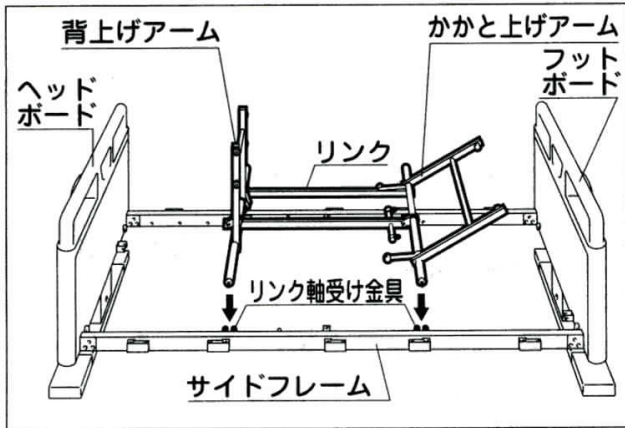

図4
- (5) 背上げアームとかかと上げアームを持ち、背上げアームを垂直に立てた状態で、リンク軸受け金具にリンクの切り溝を合わせて差し込む。図4
- (6) 背上げアームを垂直に保ち、かかと上げアームをリンク軸受け金具にリンクの切り溝を合わせて差し込む。図4